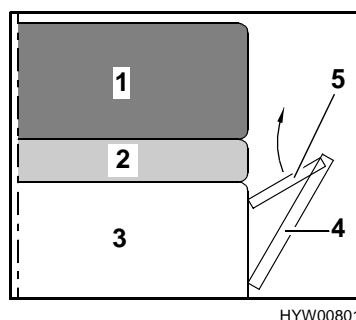

Fig. 57 Durante la trasformazione
- Sollevare la prolunga del cassone letto (Fig. 57,5).